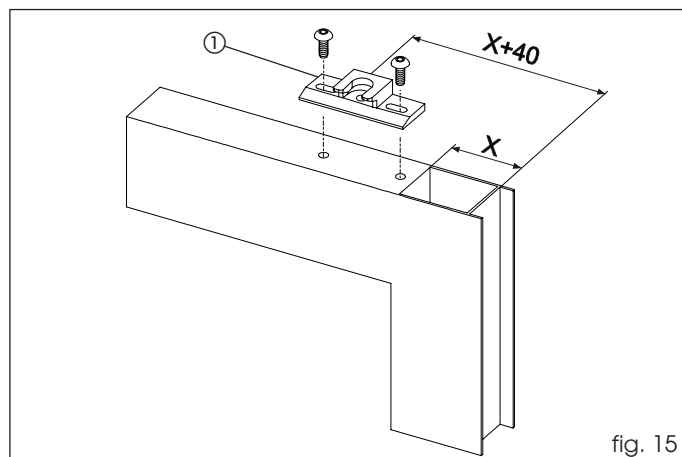

fig. 15
Coloque el bloque de enganche para el antipánico (fig. 15 ref. ①) en el travesaño superior de la hoja, respetando las cotas de la fig. 15.